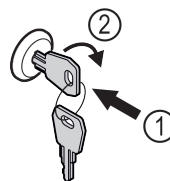

Fig. 161 Beispielhafte Darstellung
- ▶ Schlüssel hineindrücken Fig. 161 (1).
- ▶ Schlüssel um 90° im Uhrzeigersinn drehen Fig. 161 (2).